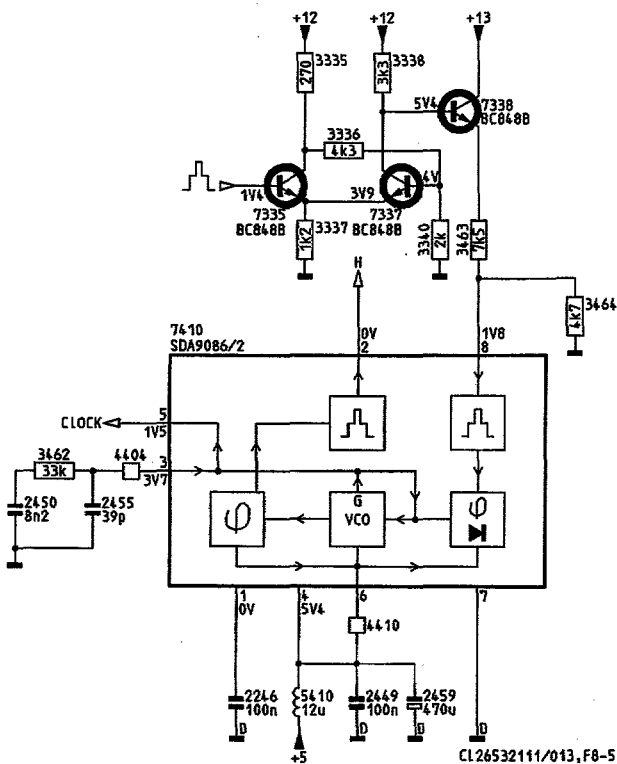

Fig. 8.5
De sandcastle van het hoofdbeeld komt via een verschilversterker (zie fig. 8.5) en een emittervolger op punt 8 van IC7410. Dit IC bevat een VCO die 27 MHz afgeeft. De klok (13,5 MHz) wordt opgewekt door een PLL schakeling die synchroon loopt met de sandcastle van het hoofdbeeld en is op pen 5 aanwezig. (Bij 50Hz wordt de VCO gedeeld door 2). De horizontale synchronisatie puls (H) wordt afgeleid van de klok (13,5MHz/864) en is dus ook gesynchroniseerd met de sandcastle van het hoofdbeeld. De PLL vergelijkt de gedeelde klokfrequentie met het signaal op punt 8, en geeft up/down pulsen af die door het RC netwerk aan pen 3 afgevlakt worden. Hiermee wordt de VCO bijgestuurd tot de klok precies een veelvoud is van de lijnfrequentie van het hoofdbeeld.